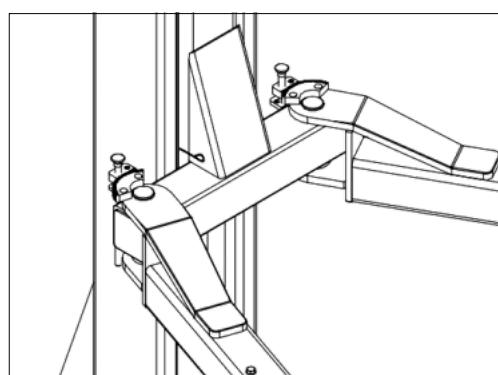

Рис. 36
- ◆ Вставьте кронштейны в опоры кареток и установите фиксирующие штифты в отверстия, как показано на *Рис.36*. Обратите внимание, что вход для обоих кронштейнов и подъемника общий.